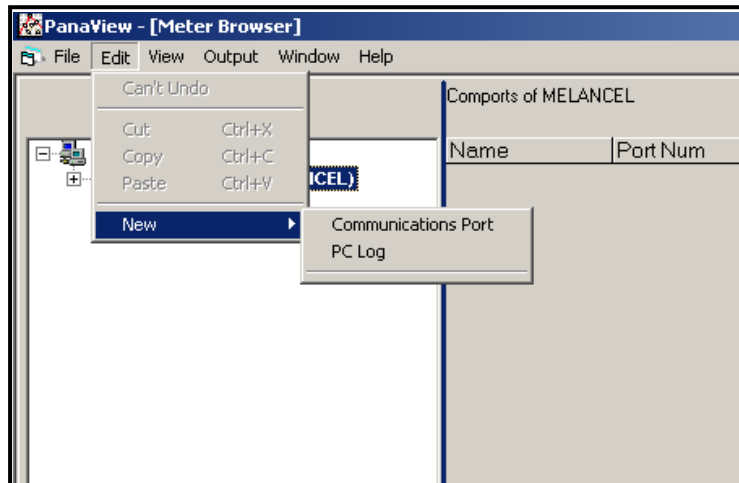

Figura 18: El menú de edición
3. Haga clic en la opción del menú "New (Nuevo)" para seleccionarla, se abre un submenú con dos opciones (ver Figura 18).